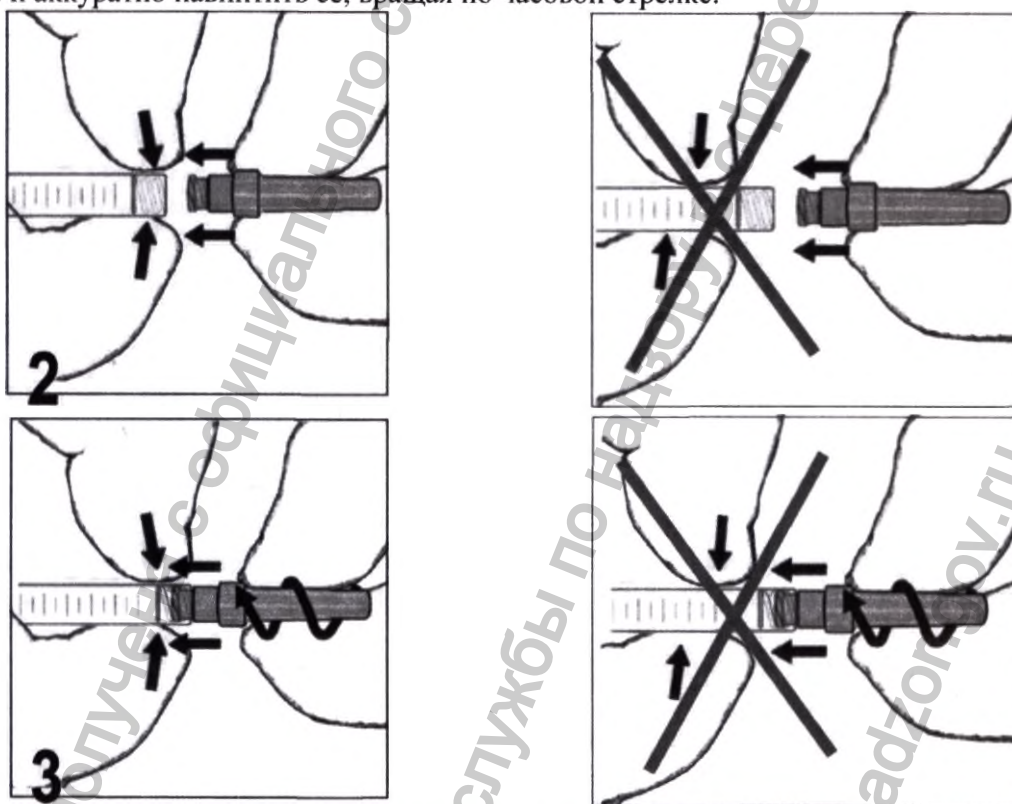

Рис. 2. Накручивание иглы на шприц
2) Затем, плотно насадить канюлю (иглу шприца) на наконечник шприца Luer-lock (рис. 2) и аккуратно навинтить её, вращая по часовой стрелке.